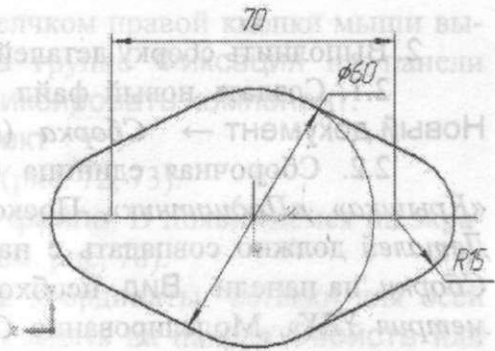

Рис. 68. Деталь «Подшипник»
1.5.1. Выбрать плоскость ZY и построить эскиз (рис. 68).